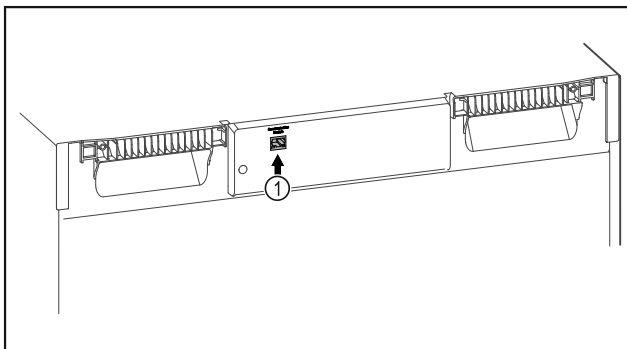

Fig. 105
- SmartModule Fig. 105 (1) naudojamas.